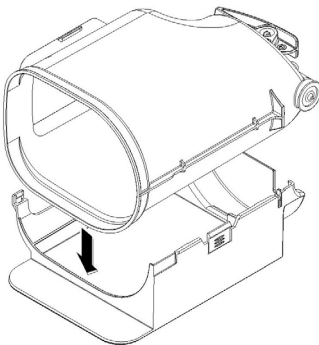

figura 11
**1** Apoye la parte derecha del recuperador sobre una superficie. Coloque el recipiente en su interior (ver figura 11).